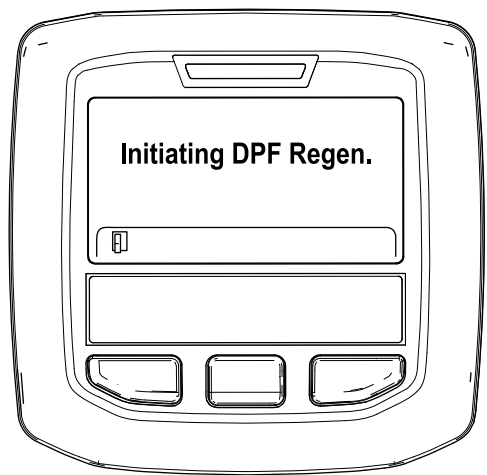

Figura 36
- A. Surge a mensagem "Initiating DPF Regen. (A iniciar Regen. DPF.)" (Figura 36).